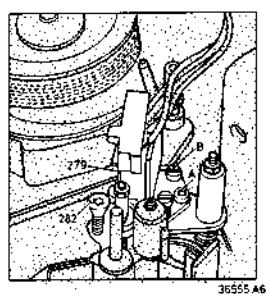

Fig. 2-2-12
- Tiltschraube Pos. A (Bild 2-2-12) so einstellen, dass das Band am unteren Flansch der Rolle 312 anläuft. Das Band darf nicht deformiert werden.
- Schraube B (Bild 2-2-12) so einstellen, dass die Amplitude des Audiosignals (an der SCART-Buchse gemessen) ihren Höchstwert zeigt.
- Schraube C (Bild 2-2-12) so verdrehen, dass sowohl das Audiosignal als auch das Synchronsignal einen Höchstwert zeigt.